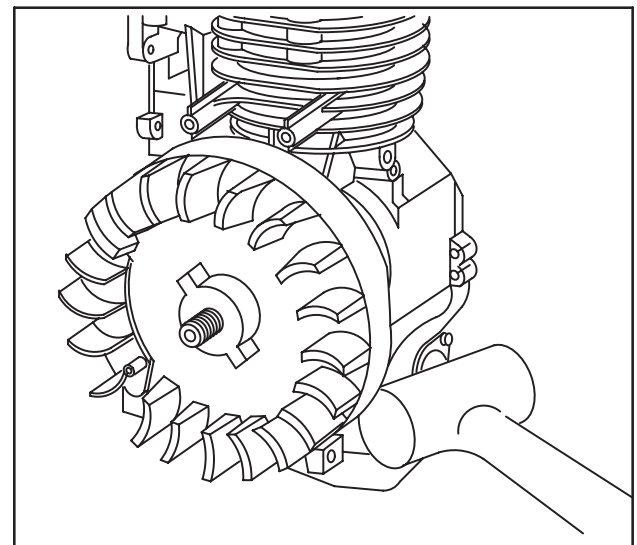

Fig. 8
3. Plusieurs coups peuvent être nécessaires en cas de serrage important ou de rouille, Fig. 8.